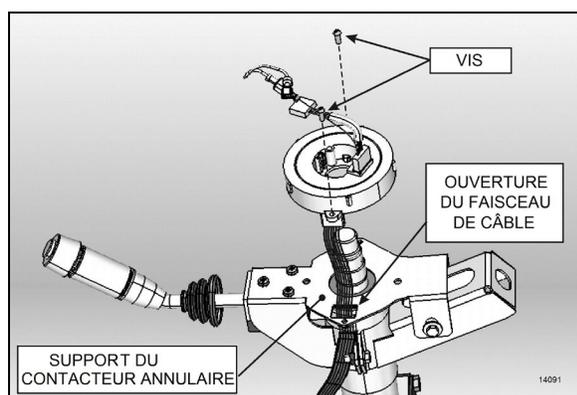

FIGURE 50 : POSE DU CONTACTEUR ANNULAIRE
2. Enlever les 2 vis de montage du contacteur annulaire. Enlever le contacteur. Vous devrez débrancher le connecteur de faisceau de câbles de contacteur annulaire placé dans le bas, le long de la colonne de direction (Figure 50). Au besoin, enlever les capots de colonne de direction.
3. Acheminer le faisceau de câbles du nouveau contacteur annulaire à travers l'ouverture du support (Figure 50). Brancher le connecteur à la base de la colonne de direction et fixer le faisceau de câbles le long de la colonne de direction.